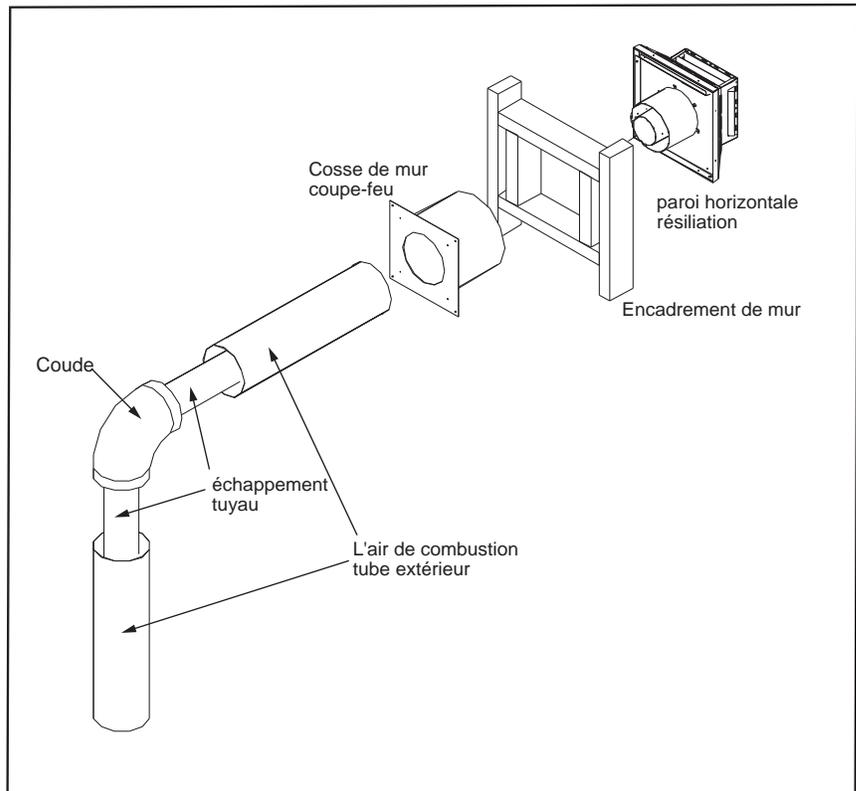

Figure 38: Terminaison de conduit horizontal
Étape 3. Avec le conduit à la bonne position et attachée au foyer, faites un marque sur le mur pour indiquer un trou de 10 po (25.4 cm) x 10 po (25.4 cm) (voir la figure 38). Coupez et montez un cadre autour du trou dans le mur extérieur où le conduit se terminera. Si le mur est fait de matériel non-combustible (p. ex. la maçonnerie ou le béton), un trou de 7 po (17.8 cm) est acceptable.